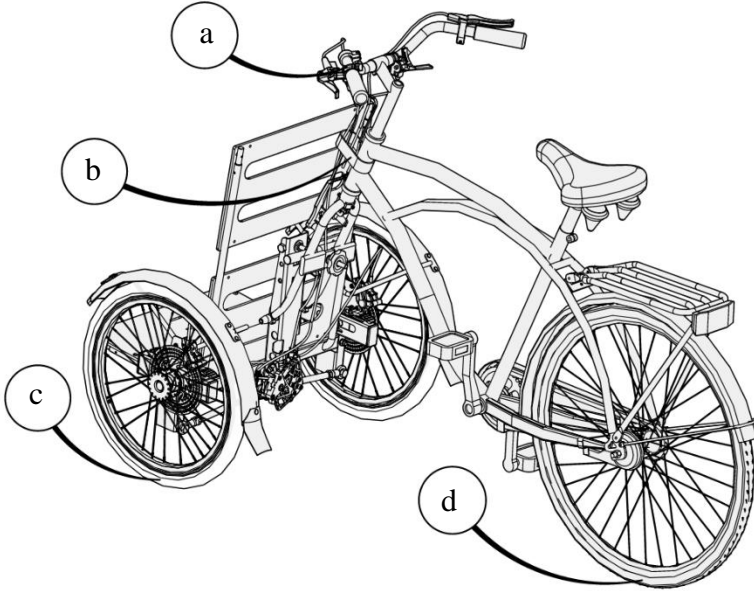

Figure 46 - Vue globale du vélo avec l'AddBike+
- Vérifiez le bon serrage de la manette de frein (la manette ne doit pas pouvoir bouger autour du guidon). Vérifiez l'équilibrage des freins (Cf. figure 46-a) ;
- Vérifiez que tous les câbles de l'AddBike+ sont bien maintenus par le serre-câble (Cf. figure 46-b) ;
- Vérifiez la pression des pneus de l'AddBike+. Elle doit être comprise entre 3.5 et 4 bars (Cf. figure 46-c) ;
- Vérifiez la pression de la roue arrière de votre vélo (se reporter à la notice du vélo d'accueil) (Cf. figure 46-d) ;